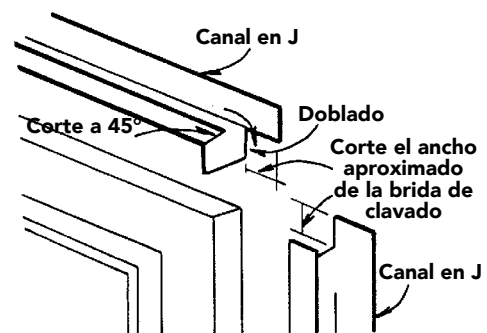

Figura 55
- Corte los canales en J laterales del largo del entramado más el ancho del canal en J superior e inferior. Corte muescas en la parte superior de los canales en J laterales. Corte y doble las lengüetas (Figura 55) dentro de la parte inferior del canal. Instale los canales laterales.
- Corte el canal en J superior del ancho del entramado más el ancho de los canales en J laterales. Haga una muesca en el canal en J en ambos extremos, doble las lengüetas hacia dentro del canal en J y sujete la parte superior del canal en J (Figura 55).